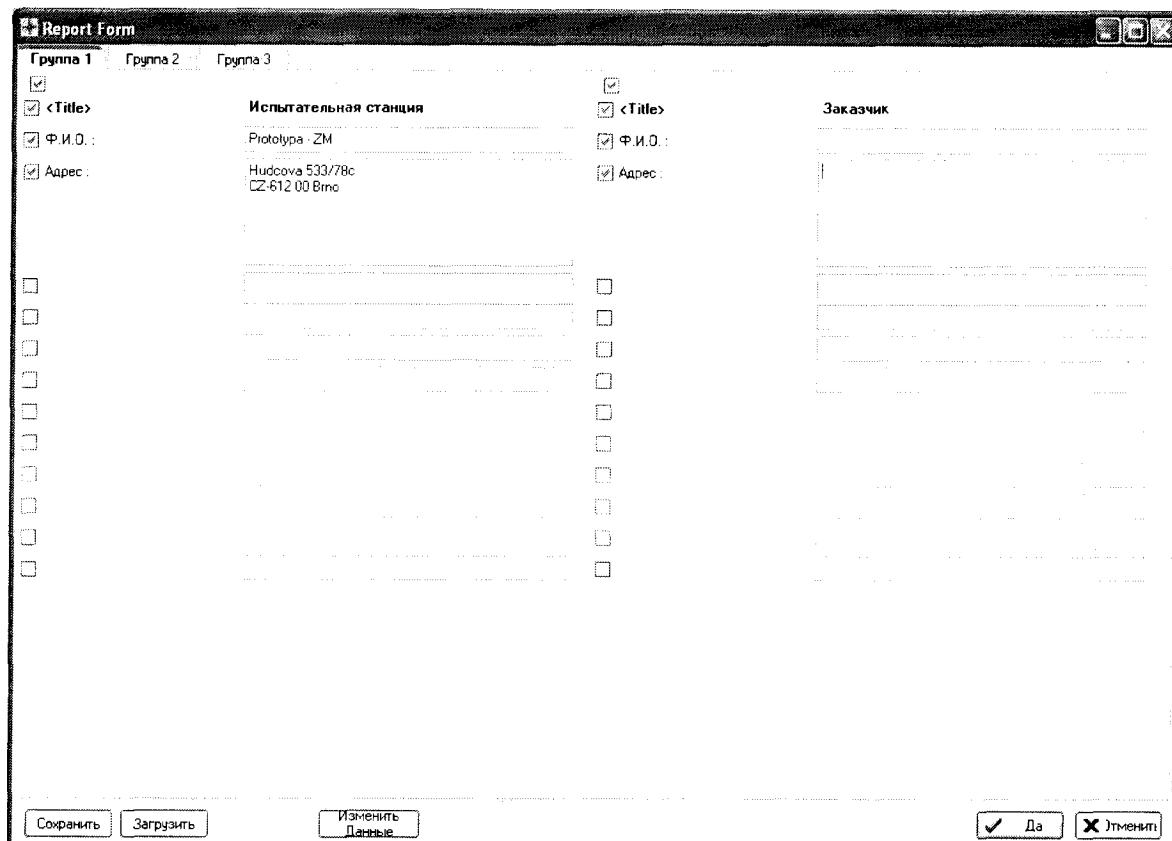

Рис. 2 Панель «Report form»
7.3.4.7 Нажать «Да». Откроется панель «Report form», смотри Рис. 2.